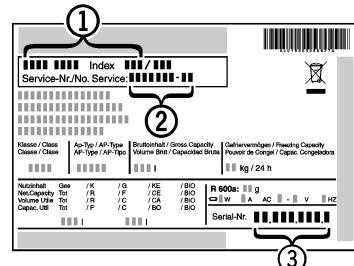

Fig. 16
- Denominación del aparato Fig. 16 (1), nº del servicio técnico Fig. 16 (2) y nº de serie Fig. 16 (3) en la placa de identificación. La placa de identificación se encuentra en la parte interior izquierda del aparato.
- Informe al servicio postventa e indique el fallo, la denominación del aparato Fig. 16 (1), el nº del servicio técnico Fig. 16 (2) y el nº de serie Fig. 16 (3).